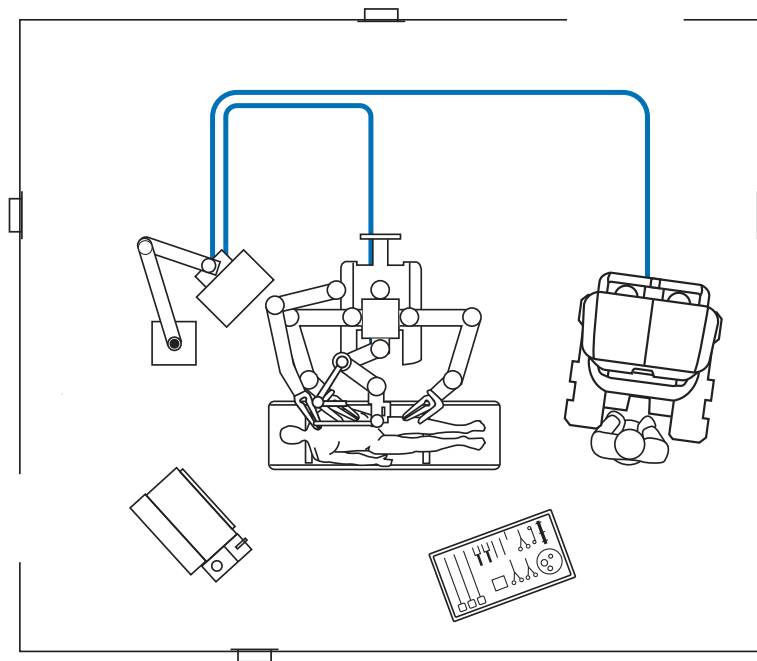

Figura D.9 Contornar a cablagem de parede
- i** Observação: Se, depois de ligar todos os cabos conforme indicado nos passos 1 a 4, ainda não tiver uma boa ligação estabelecida (luz azul apagada) estabelecida, ligue os cabos de fibra azuis compridos (20 m) directamente ao Núcleo. Estes cabos de fibra azuis são suficientemente compridos (20 m) para contornar a cablagem de parede e estabelecerem uma ligação directa ao Núcleo a partir da Consola do Cirurgião e do Carrinho do Paciente, conforme ilustrado na Figura D.9 abaixo.